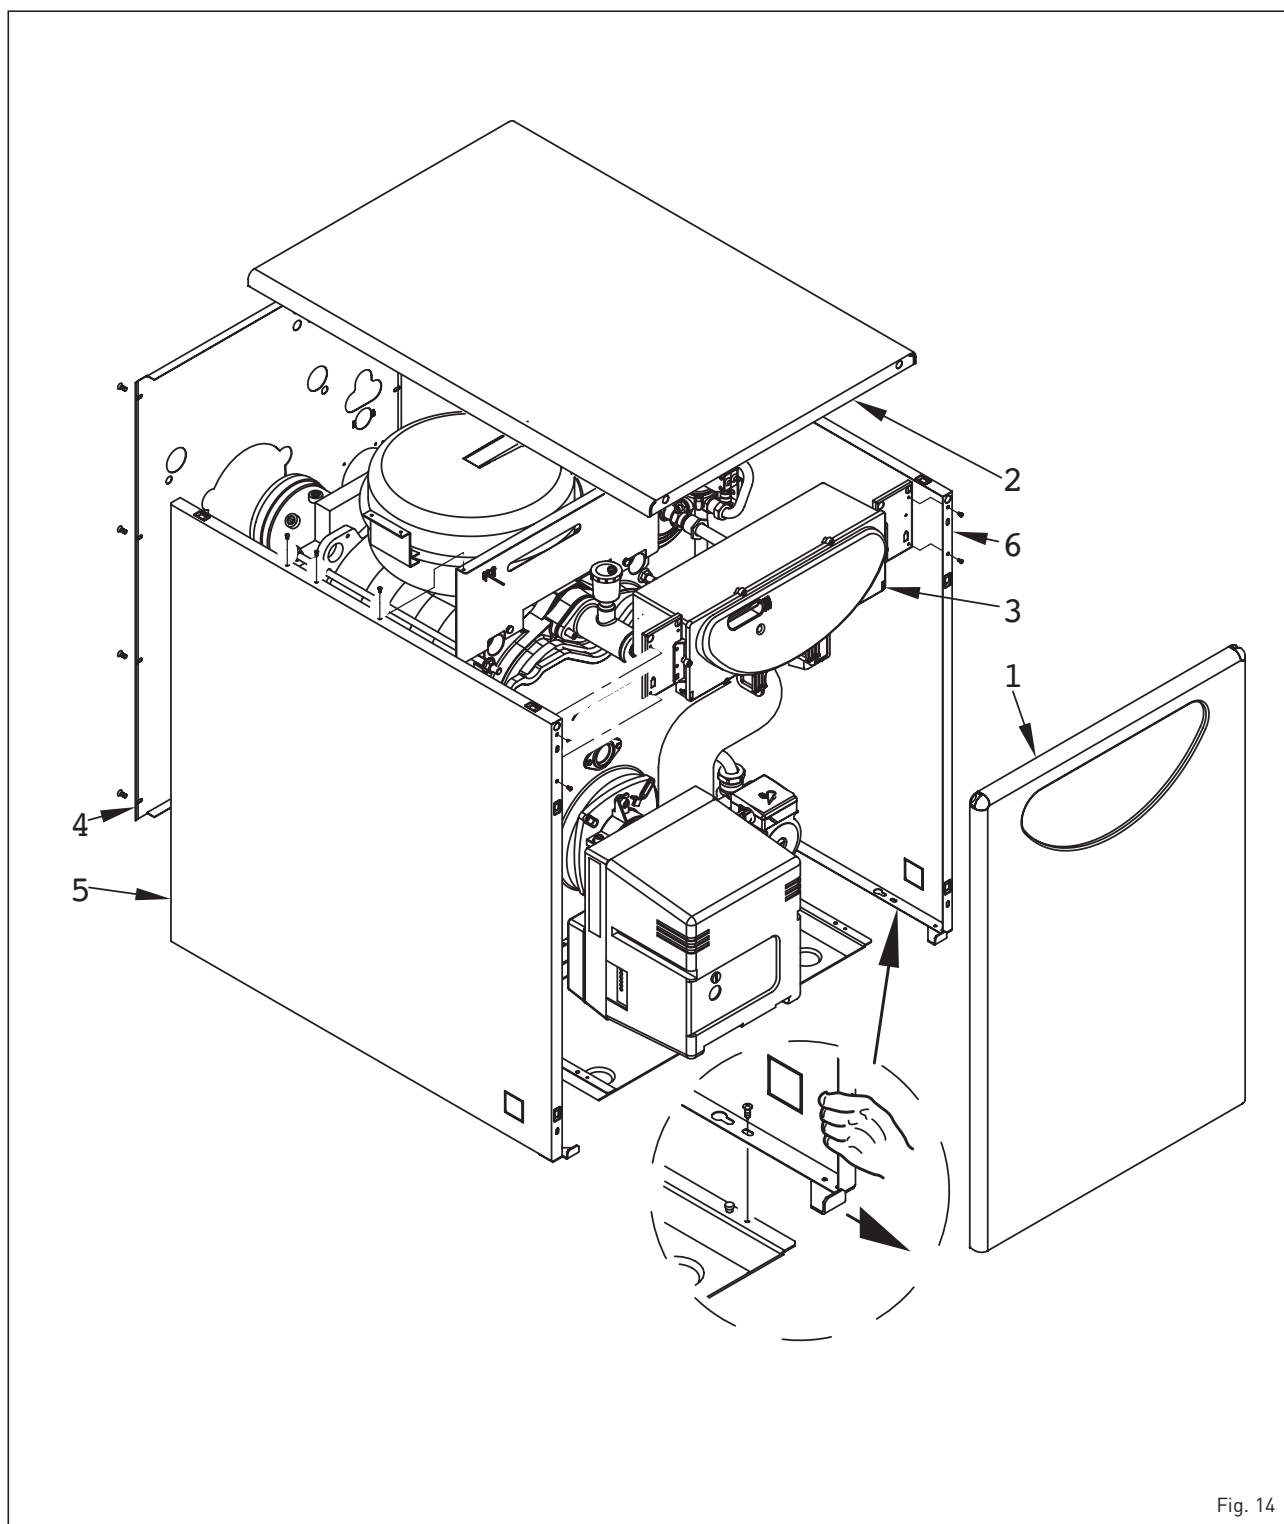

Fig. 14
4.1 DESMONTAGEM DA ENVOLVENTE (fig. 14)